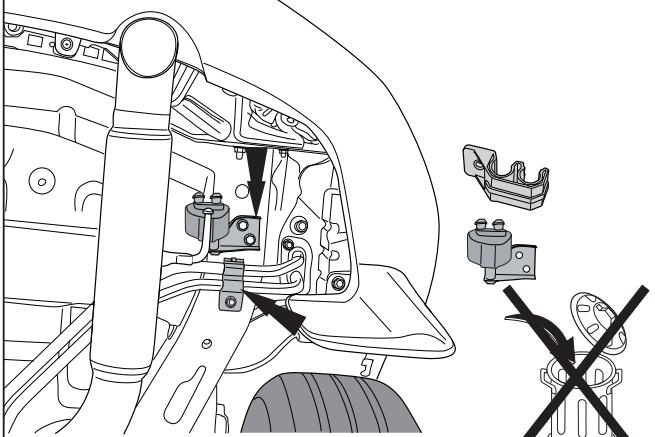

Fig.1
5. Снять детали, указанные в рис. 1. Снять пластмассовый колпак с проводов.